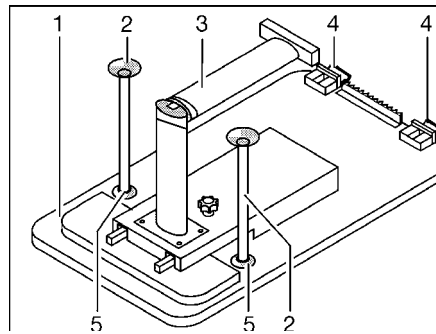

Fig. 93 Base de cama
- Levantar ligeramente por delante el tablero de la mesa (Fig. 93,1).
- Desbloquear en la articulación la pata de la mesa (Fig. 93,3) y plegar.
- Girar el tablero de la mesa aprox. 45° hacia arriba y desenganchar los soportes (Fig. 93,4) de la guía de sujeción superior.
- Según el modelo, encajar los dos pies de apoyo adicionales (Fig. 93,2) en los alojamientos (Fig. 93,5) en el lado inferior del tablero de la mesa.